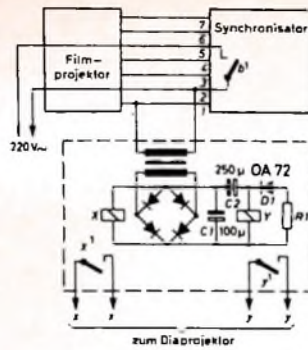

Bild 31 Schaltung zur nicht streng synchronen kombinierten Vorführung von Dias und Schmalfilmen
Das erste Verfahren macht von der Tatsache Gebrauch, daß der Projektor bei der elektronischen Synchronisation durch Unterbrechung der Synchronspur beliebig gestoppt und wieder gestartet werden kann. Die Kopplung zwischen Dia- und Filmprojektor ist nun sehr einfach. Bild 31 zeigt die Schaltung des hierzu im Dia- projektor einzubauenden Zusatzes. Beim Einsetzen des Synchronspurs schließt der Kontakt  $b^1$  im Synchronisator und schaltet die Netzspannung von 5 nach 2 durch; der Filmprojektor läuft an. Von den Verbindungsleitungen 1 und 2 wird die geschaltete Netzspannung abgenommen und daraus im Zusatzgerät eine Gleichspannung von 24 V erzeugt, die das Relais X erregt. Der Ruhekontakt  $x^1$  des Relais X, der an der Trennstelle  $x-x^1$  im Lampenstromkreis des Diaprojektors liegt, schaltet dann die Lampe aus. Gleichzeitig läßt sich der Kondensator C 2 über das Relais Y auf, wobei dieses anzieht und den Kontakt  $y^1$  kurzzeitig schließt.  $y^1$  wird an Stelle von  $b^1$  an die Punkte  $y-y^1$  angeschlossen und löst beim Schließen den Diawechsel aus, der nach dem Erlöschen der Lampe erfolgt.
Relais (D), das die Netzspannung zur Zusatzschaltung im Diaprojektor (nach Bild 31) durchschaltet.